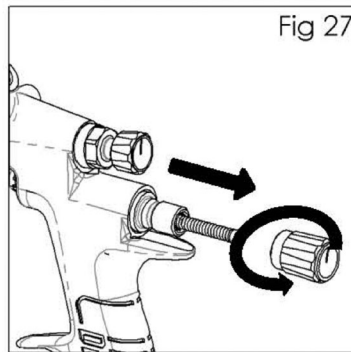

Fig 27
2. Retirez le bouton du régulateur de produit (28), le ressort (25) et tampon du ressort (26). (Voir fig. 27).